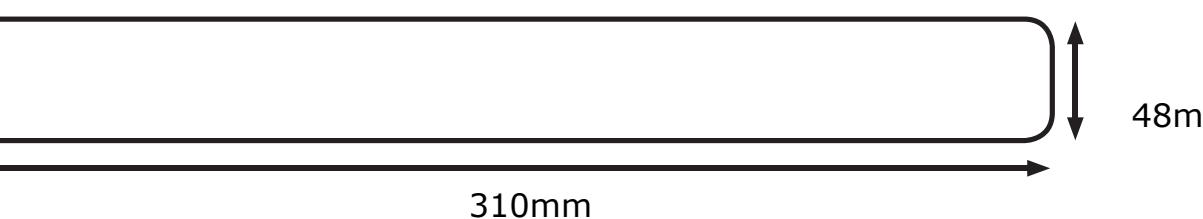

FIG1
- Corte uma abertura adequada no teto conforme os detalhes do recorte na Fig. 1 garantindo que não interfira com cabos elétricos, tubos de água / gás ou vigas do teto.